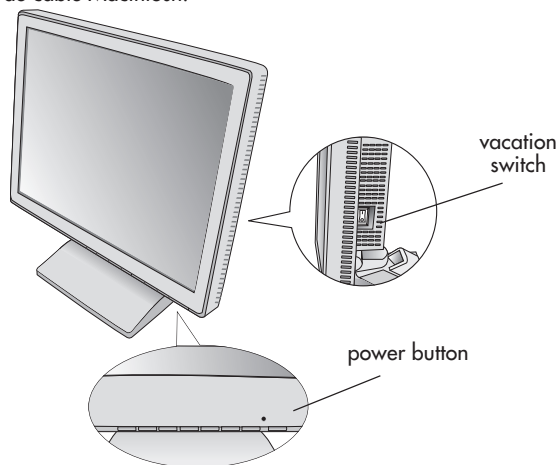

Figure D.1
5. L'Interrupteur de Vacances sur le côté droit de l'écran doit être allumé (**Figure D.1**). Allume l'écran de Silhouette de bouton et l'ordinateur.